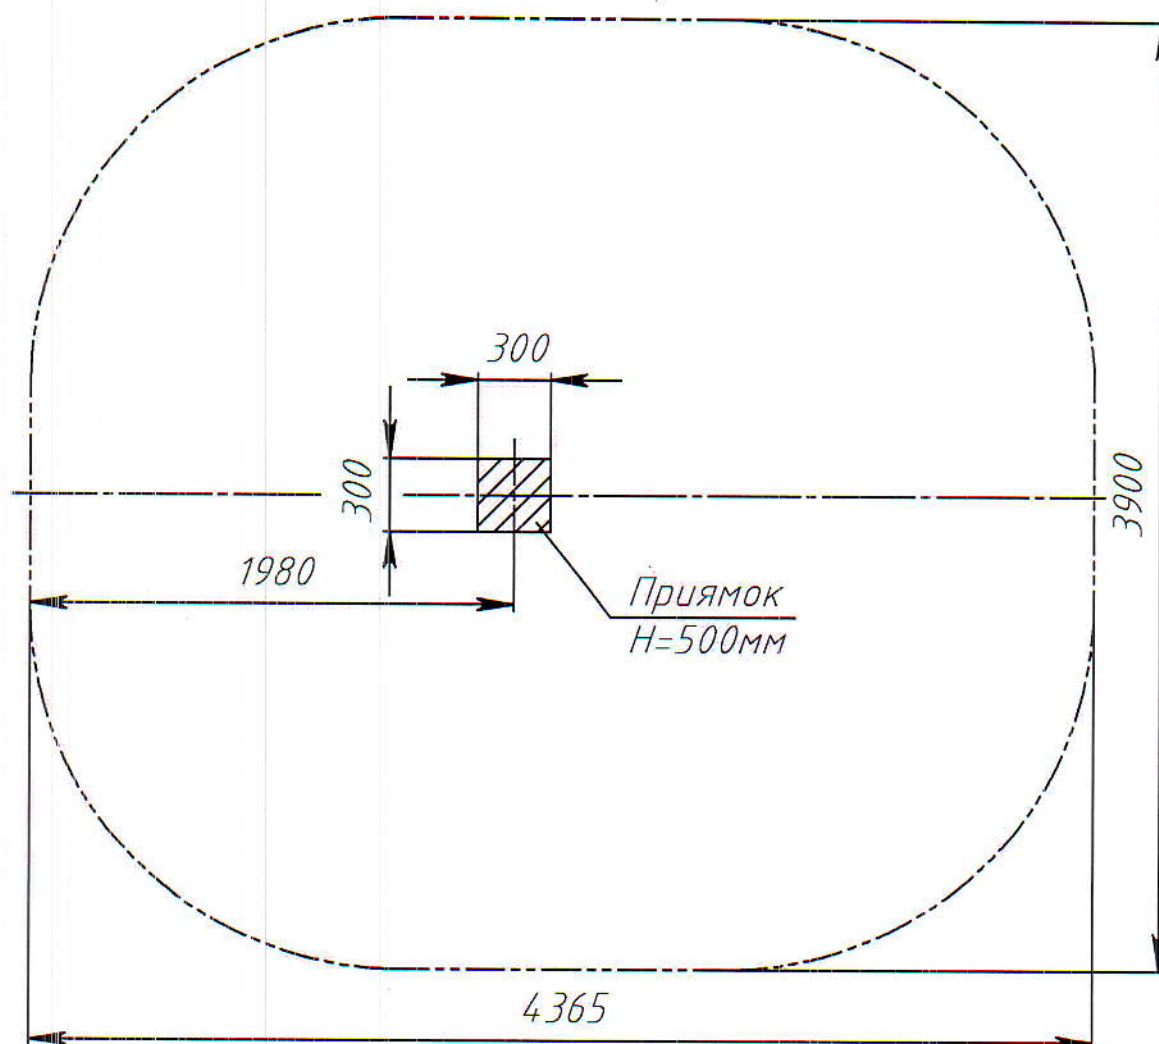

Рис.3 План фундамента гребного тренажера РТР 503Т
3.6. Монтаж тренажера заключается в бетонировании фундаментного блока и закреплении на нем основания тренажера. Фундаментный приямок выполнить в соответствии с планом фундамента (рис. 3).